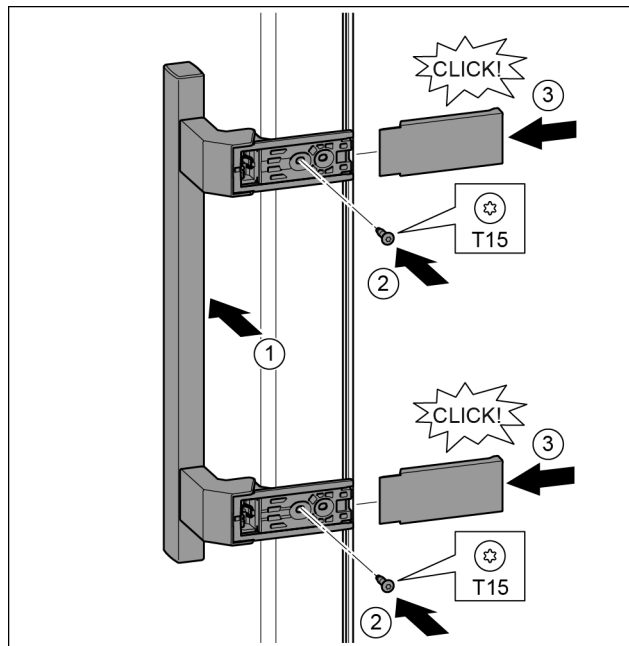

Fig. 22
- ▶ A fogantyút az ellenkező oldalon helyezze fel. Fig. 22 (1)
- ▶ Húzza meg a csavarokat a T15 csavarhúzóval. Fig. 22 (2)
- ▶ A fedelet helyezze fel oldalra és tolja fel. Fig. 22 (3)